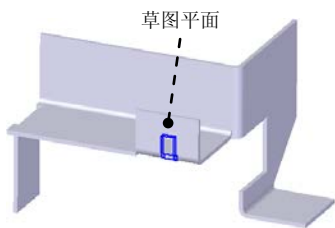
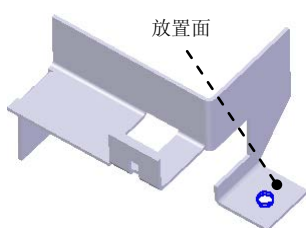
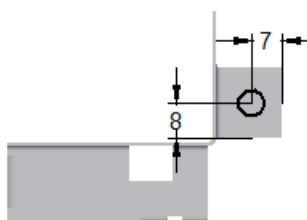

图 5.8.28 除料特征 2
图 5.8.30 孔特征 1
图 5.8.31 定义孔的位置
Step11. 创建图 5.8.28 所示的除料特征 2。
(1) 选择命令。在“主页”功能选项卡“钣金”工具栏中单击  按钮，选择  除料命令。
(2) 定义特征的截面草图。
① 选取草图平面。在系统  的提示下，选取图 5.8.28 所示的模型表面为草图平面。
(3) 定义除料特征属性。在命令条中单击“有限范围”按钮 ，在 **距离** 文本框中输入值 2，按 **Enter** 键，并定义其除料方向为 Z 轴负方向（图 5.8.28），单击鼠标左键。
(4) 单击  按钮，完成特征的创建。
Step12. 创建图 5.8.30 所示的孔特征 1。
(1) 选择命令。单击“主页”功能选项卡“钣金”工具栏中的“打孔”按钮 。
(2) 定义孔的参数。单击  按钮，在“孔选项”对话框 **类型(T):** 下拉列表中选择 **简单孔** 选项，在 **单位(U):** 下拉列表中选择 **毫米** 选项，在 **直径(D):** 文本框中输入值 6，在 **延伸** 区域选择延伸类型为 （全部穿透），单击  按钮，完成孔参数的设置。
(3) 定义孔的放置面。选取图 5.8.30 所示模型表面为孔的放置面，放置孔并定义孔的位置如图 5.8.31 所示，退出草图绘制环境。